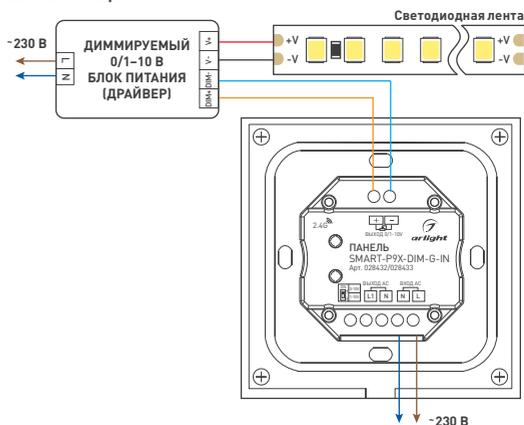

Рис. 1. Схема подключения панели SMART-P98-DIM-G-IN без использования выхода AC OUT
- 3.2. Подключите контроллер согласно схеме на рис. 1 или 2.